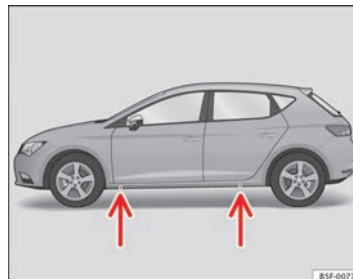

Fig. 169 Travessa: marcações
- Procure na longarina o ponto de apoio (zona para dentro) mais próximo da roda que pretende desmontar ⇒ Fig. 169. Na longarina, após a marca, encontra-se o ponto de apoio para o macaco*.